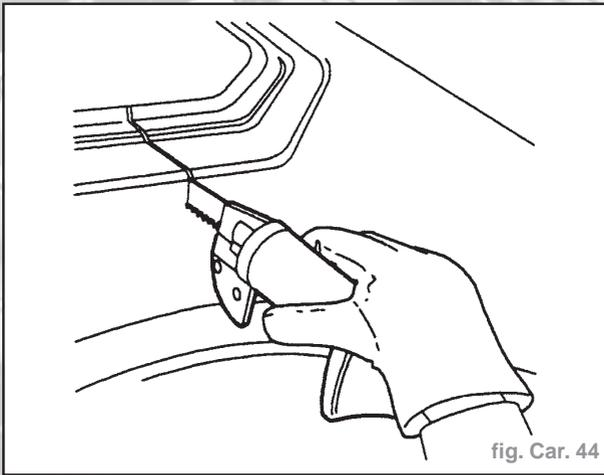

fig. Car. 44
- Découper le gros du panneau selon le besoin, à l'aide d'une scie pneumatique (Fig. Car. 44).